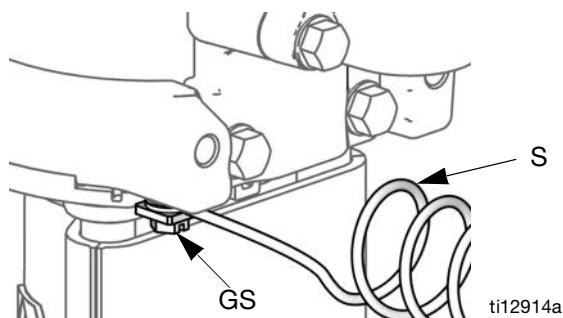

FIG. 3. Jorda pumpen.
Pump: Se FIG. 3. Kontrollera att jordskruven (GS) är festsatt och säkert åtdragen på tryckluftmotorn. Koppla den andra änden av jordledningen (S) till en god jordpunkt.